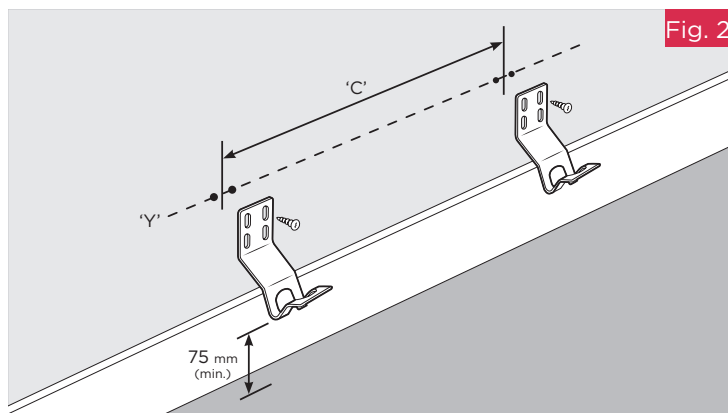

Fig. 2
Choisissez un emplacement approprié sur un mur, à proximité d'une prise de courant. Le radiateur ne doit pas être monté à moins de 75 mm du sol (pour permettre le nettoyage) - voir Fig. 2 - et des murs latéraux adjacents. Assurez-vous de laisser un espace libre d'au moins 305 mm entre le radiateur et toute étagère en surplomb. Il ne doit pas être monté à moins d'un mètre du plafond.
ÉTAPE 2 : À l'aide d'une règle, tracez une ligne horizontale (voir 'Y' dans la Fig. 2) pour les supports inférieurs à la hauteur de montage requise par rapport au sol.
REMARQUE - Le bas du radiateur ne doit pas être à moins de 75 mm du sol. Pour cela, le bord supérieur des supports inférieurs doit être à au moins 160 mm du sol - voir Fig. 2. Sur cette ligne, marquez les centres de fixation selon le modèle - voir 'C' dans le tableau des Fig. 1 et Fig. 2.
Alignez le milieu des supports inférieurs avec ces centres de fixation en plaçant la rangée supérieure de trous sur la ligne, puis marquez les positions des trous de fixation - voir Fig. 2.
ÉTAPE 3 : Percez les trous et installez les chevilles murales. Mettez les supports inférieurs en place en les vissant - voir Fig. 2.